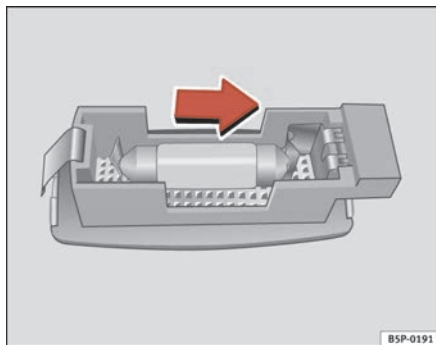

Fig. 201 Desmontaje luz del parasol
- Retire la luz con cuidado, utilizando el destornillador por su parte plana, tal como indica la figura. → fig. 201.
- Retire la lámpara, moviéndola en el sentido de la flecha y hacia afuera. → fig. 201 ■